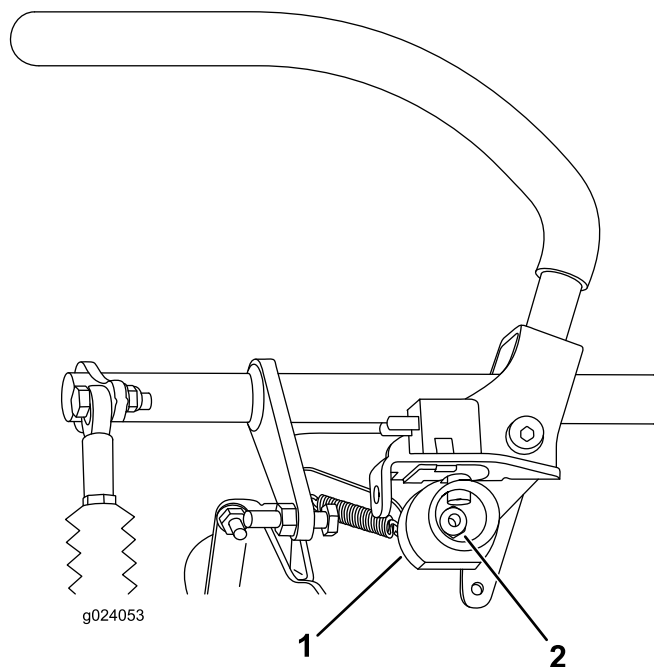

Figure 72
7. Desserrez l'écrou de fixation de la came (Figure 72).